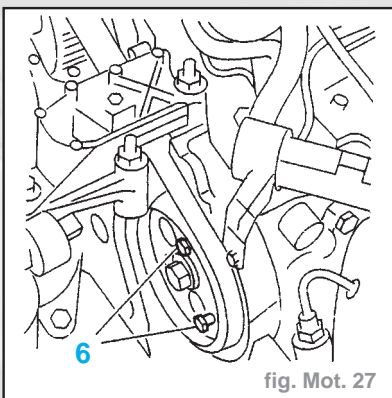

fig. Mot. 27
- Piger le pignon de pompe à injection à l'aide des outils (6) (fig. Mot. 27).